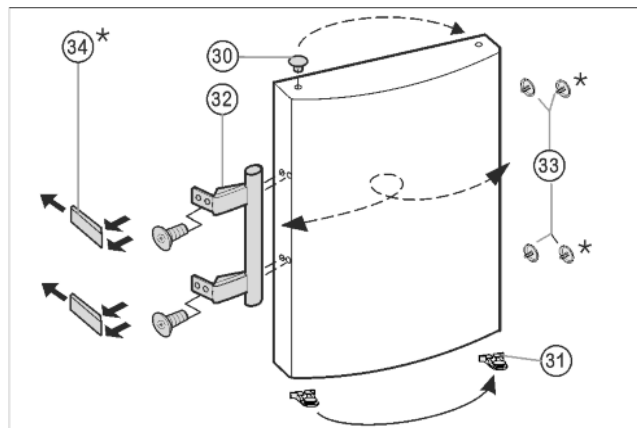

Fig. 7
- Zátky Fig. 7 (33) vyjměte z pouzdra ložisek dvířek a přemístěte je.
- Madlo dveří Fig. 7 (32), zátky Fig. 7 (33) a krycí destičky* Fig. 7 (34) odmontujte a přemontujte na protější stranu.